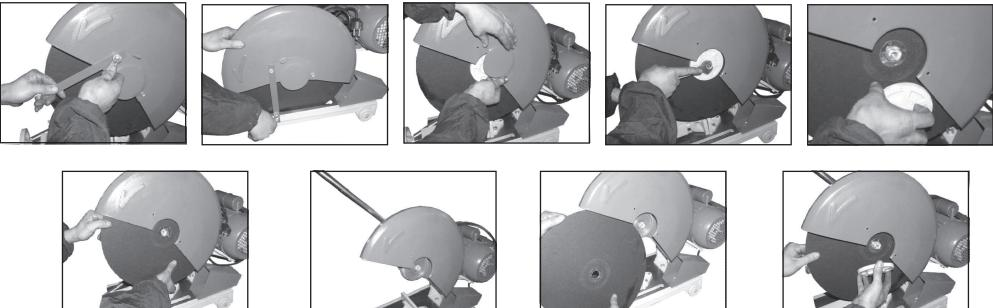

рис. 2
- замену диска производить как показано на (рис. 2).
7.2 Если диск останавливается во время работы, издает странный шум или начинает вибрировать, немедленно выключите инструмент. Замените треснувший или поврежденный диск на новый (см. рис. 2).